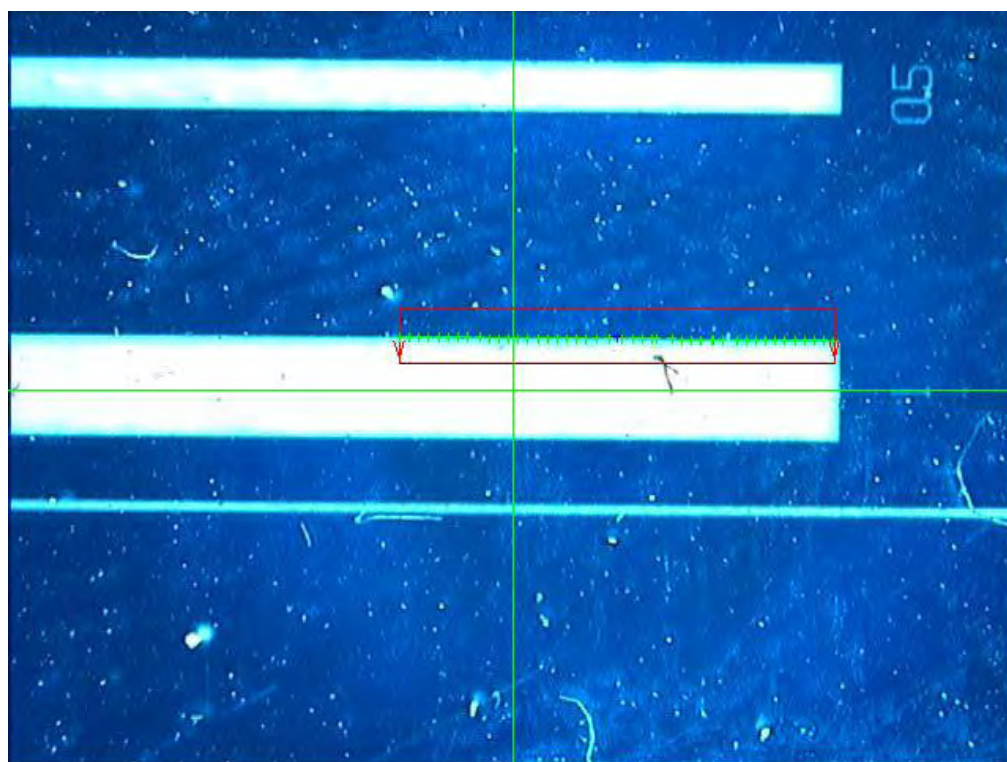

Figure 3-19
V. Lorsque tous les segments sont mesurés (Figure 3-19), cliquer sur le bouton